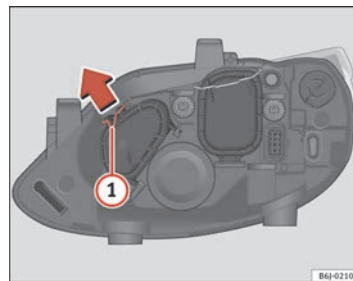

Abb. 140 Fernlicht
- Die Strebe ① in Pfeilrichtung verschieben und den Deckel abnehmen ⇒ Seite 226, Abb. 140.